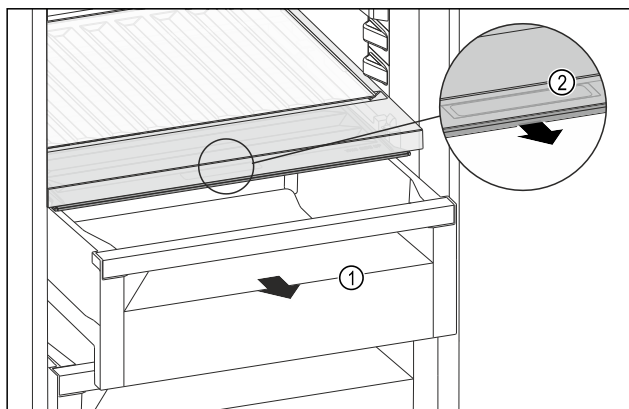

Fig. 147
- Retirer le tiroir Fig. 147 (1).
- Saisir la poignée encastrée Fig. 147 (2) du couvercle du compartiment et tirer le couvercle du compartiment par l'avant.